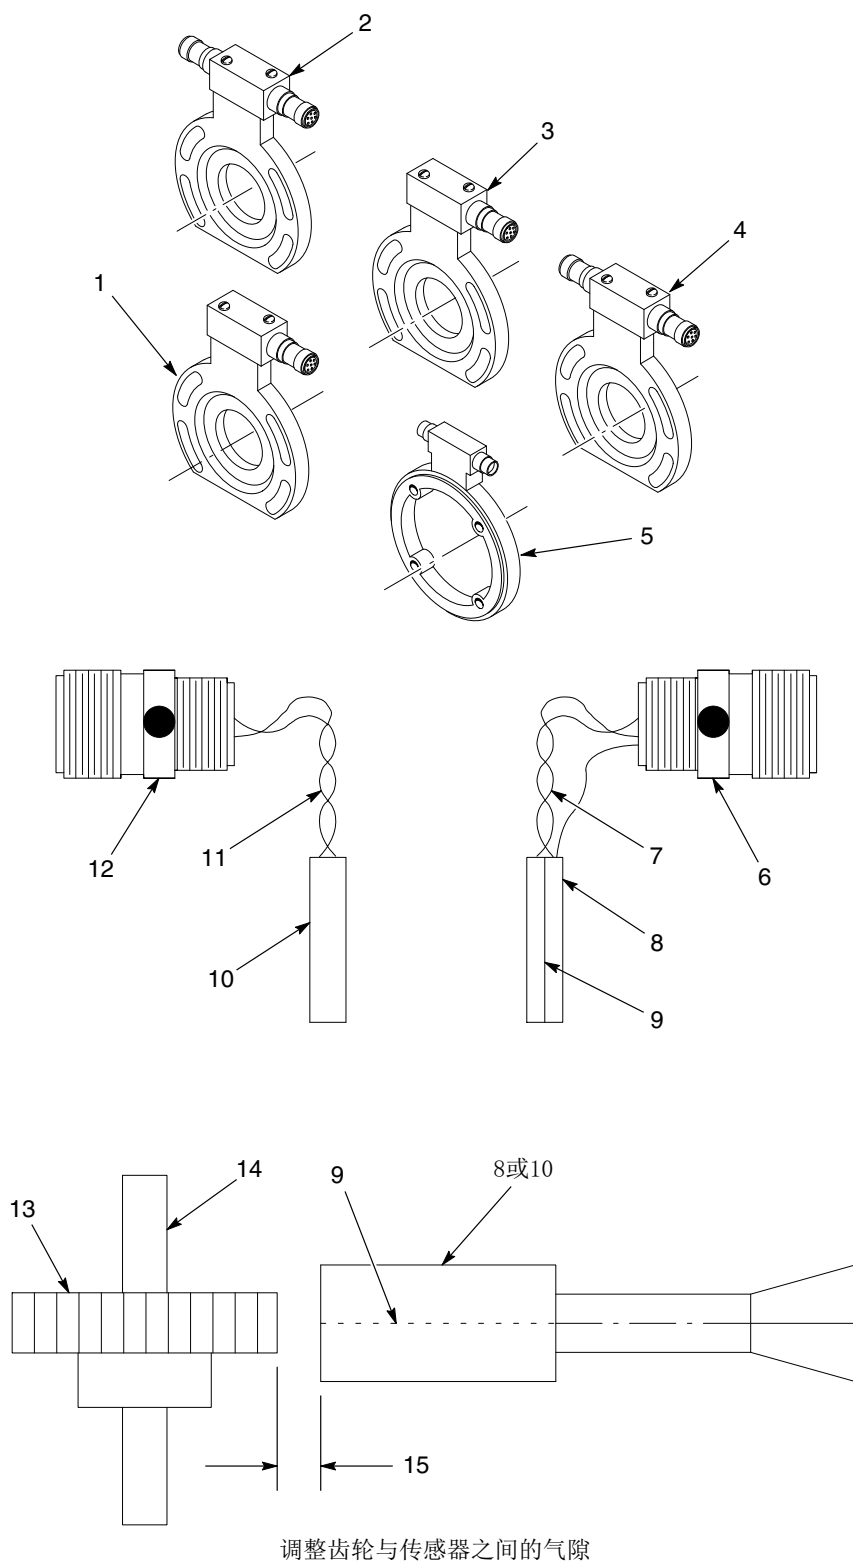

图 9 转速表圈和接头
1. 拆下电机。请参阅 *电机更换* 一节中的 *拆下电机* 步骤。请参见图9并参阅表2和表3。